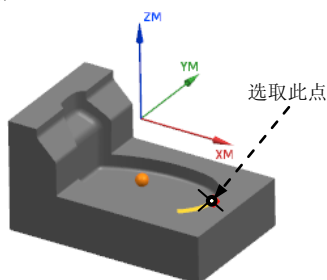

图 2.17 选取参照点
Step2. 单击“非切削移动”对话框中的“起点/钻点”选项卡, 在“选择点”区域单击“点”对话框按钮, 系统弹出“点”对话框。然后在图形区选取图 2.17 所示的点, 单击“确定”按钮, 系统返回“非切削移动”对话框。